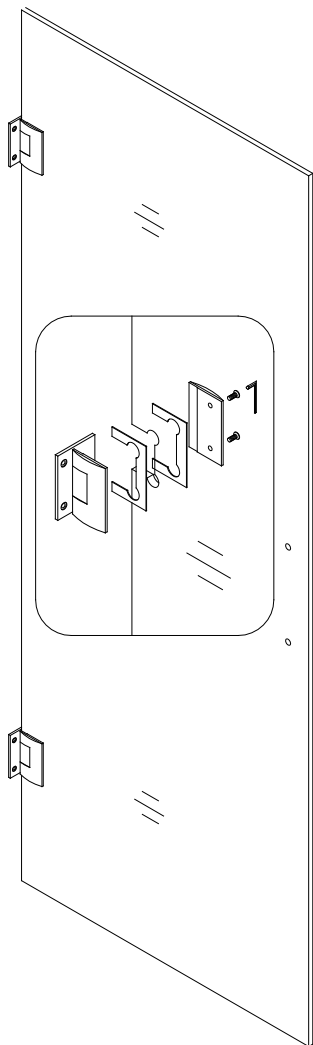

Рис. 1
1. Прикрепите петли (3) к панели двери (1), см. Рис. 1 инструкции.